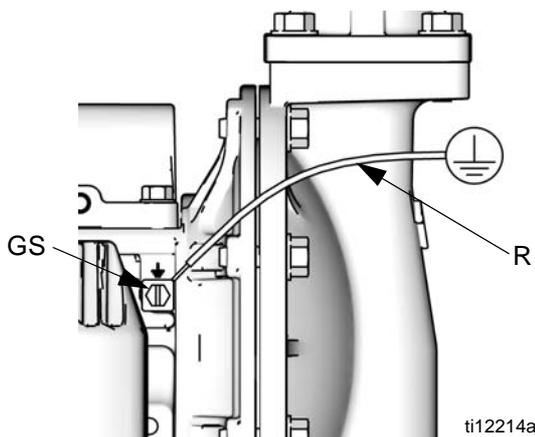

FIG. 1. Vis et fil de terre
Pompe : Voir la FIG. 1. Desserrer la vis de mise à la terre (GS). Introduire l'une des extrémités d'un fil de terre de 12 ga. (R) minimum derrière la vis et serrer cette dernière au maximum. Raccorder le collier de serrage monté à l'extrémité du fil de terre à une véritable prise de terre. Graco peut vous fournir un collier de serrage et un fil de terre (réf. 238909).